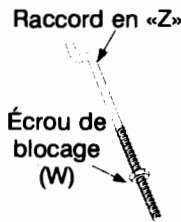

FIGURE 10
- Vérifiez qu'un écrou de blocage est vissé sur la partie filetée du raccord en «Z». D'autres écrous sont fournis dans le sachet de boulonnerie. Voir la Figure 10.